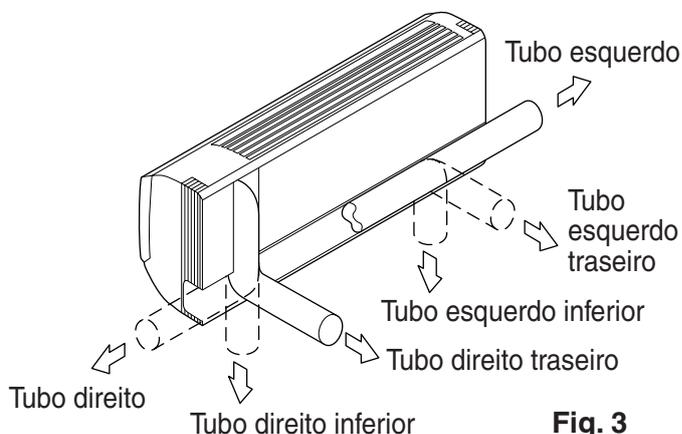
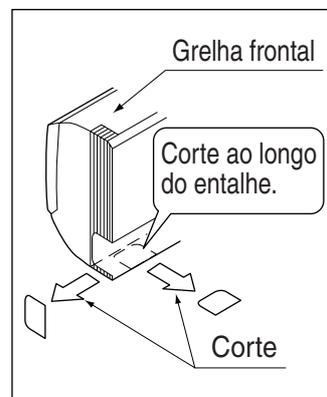

Fig. 3
Fig. 4
(1) Abrir o orifício de passagem da tubagem.
- O tubo de refrigerante e dreno podem sair para um de 6 direcções: esquerda, esquerda inferior, esquerda traseira, direita inferior e direita traseira. **(Consulte a Fig. 3)**
- Ao utilizar o padrão de instalação de papel (3), escolha onde passar a saída da tubagem e abra o orifício de passagem ($\phi 80$) na parede. Abra o orifício de modo a garantir uma inclinação descendente à tubagem de drenagem. (Consulte "6. TRABALHOS DE TUBULAÇÃO DE DRENAGEM")
(2) Fixe à parede.
- (a) Verifique o local do orifício, utilizando o padrão de instalação de papel fornecido (3).
- (b) Temporariamente, fixe o painel de instalação (1) na posição de fixação temporária no padrão de instalação de papel (3) e utilize um nível para se certificar de que a mangueira de drenagem está nivelada ou ligeiramente inclinada para baixo.
- (c) Fixe o painel de instalação (1) à parede com parafusos ou cavilhas.
- Se utilizar parafusos de fixação para o painel de instalação (2), fixe utilizando no mínimo 4 parafusos em qualquer lado (para um total de 9 parafusos) da posição de instalação recomendada no padrão de instalação de papel fornecido (3).
(3) Se utilizar as posições esquerda, esquerda inferior, direita ou direita inferior para a tubagem, abra o orifício de passagem para a tubagem na grelha frontal. **(Consulte a Fig. 4)**